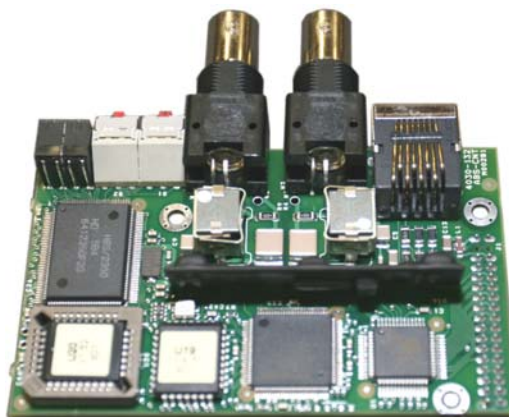
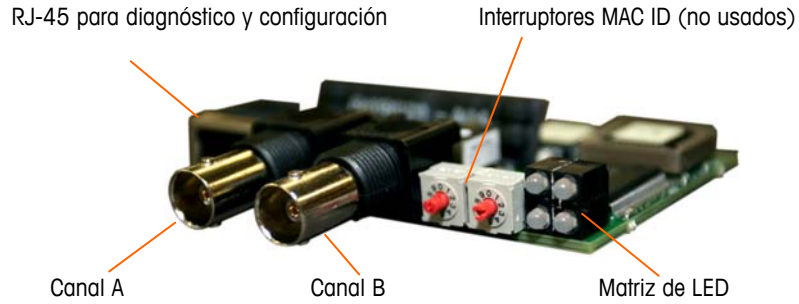
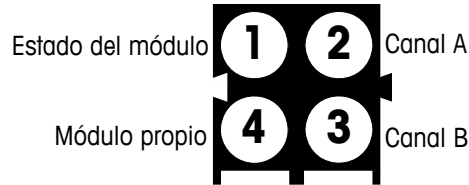

Figura 2-68: Módulo PLC de ControlNet
Figura 2-69: Conexiones y componentes del módulo PLC de ControlNet
Figura 2-70: LED indicadores de estado de ControlNet
El módulo PLC de ControlNet (Figura 2-68, Figura 2-69) se conecta con la red ControlNet a través de dos cables coaxiales. El canal B es redundante con el canal A, y no se utiliza a menos que ControlNet no detecte señal en el canal A. Observe que la dirección de los módulos se establece en software, y los interruptores MAC ID indicados en la Figura 2-69 no se utilizan.
- No **enchufe** un cable Ethernet en el conector RJ-45 mostrado a la izquierda en la Figura 2-69. Puede ocurrir daño a la IND780.
La Figura 2-70 muestra una matriz de LED indicadores de estado en la tarjeta ControlNet (vea también la Figura 2-69).